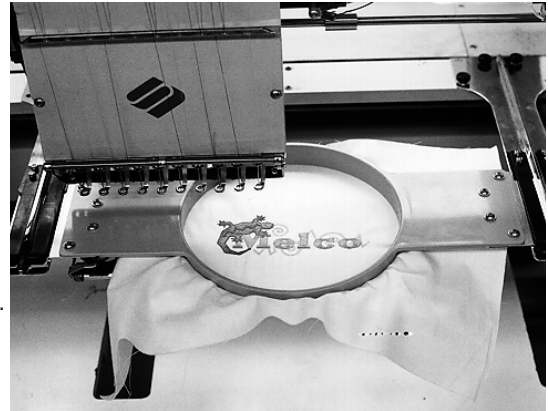

Figura 3-9
1. Conecten Vds. los brazos de apoyo del bastidor tubular con la parte posterior del bastidor corredizo. Usen Vds. los cuatro tornillos de mariposa para cada brazo del soporte (consulten la Figura 3-9).